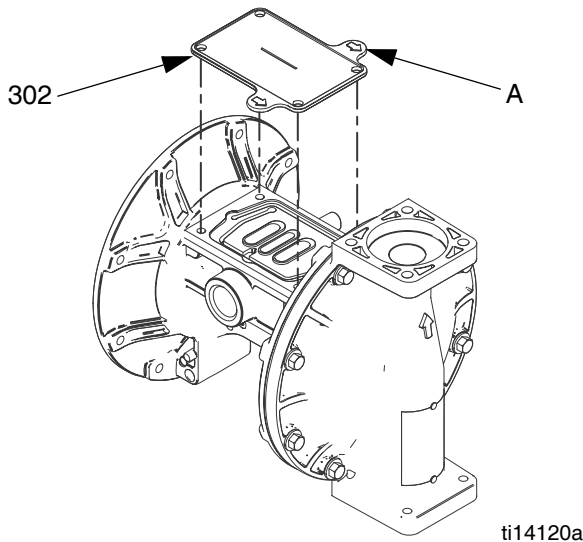

FIG. 7. Outil du couvercle du fluide
- c. Graissez la coupelle en U de l'arbre (106) et la longueur et les extrémités de l'arbre du diaphragme (104). Glissez l'arbre dans le boîtier.
- f. Refixez le premier couvercle du fluide (3). Voir **Instructions de serrage de couple à la page 15**.
- a. Voir FIG. 7. Placez l'outil fourni (302) dans l'endroit approprié du joint de la vanne (108) pneumatique. Les flèches (A) doivent être tournées vers le couvercle du fluide qui est déjà fixé.